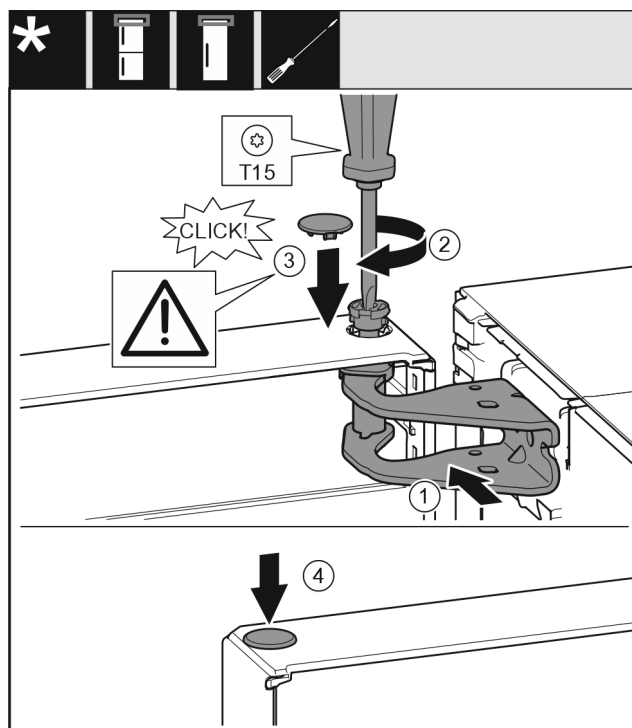

Fig. 19
- ▶ Poravnajte gornja vrata prema otvoru u podlošku ležaja. Fig. 19 (1)
- ▶ Umetnite svornjak i zavijte odvijačem T15. Fig. 19 (2)
- ▶ Montirajte sigurnosni pokrov radi osiguranja vrata: Umetnite sigurnosni pokrov i provjerite naliježe li na vrata. U protivnom u potpunosti umetnite svornjake. *Fig. 19 (3)*
- ▶ Umetnite čep. *Fig. 19 (4)*